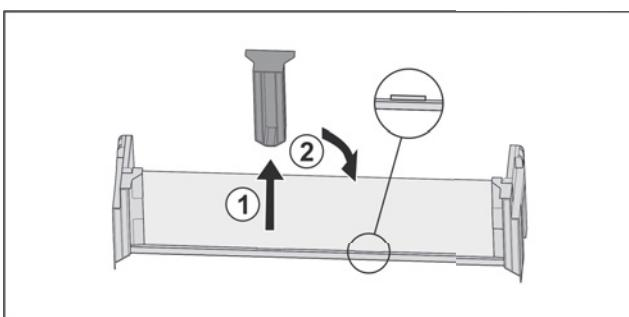

Fig. 36 *
- Снимите среднюю поддерживающую деталь Fig. 36 (1).*
- Вставьте среднюю поддерживающую деталь во вторую позицию Fig. 36 (2).*